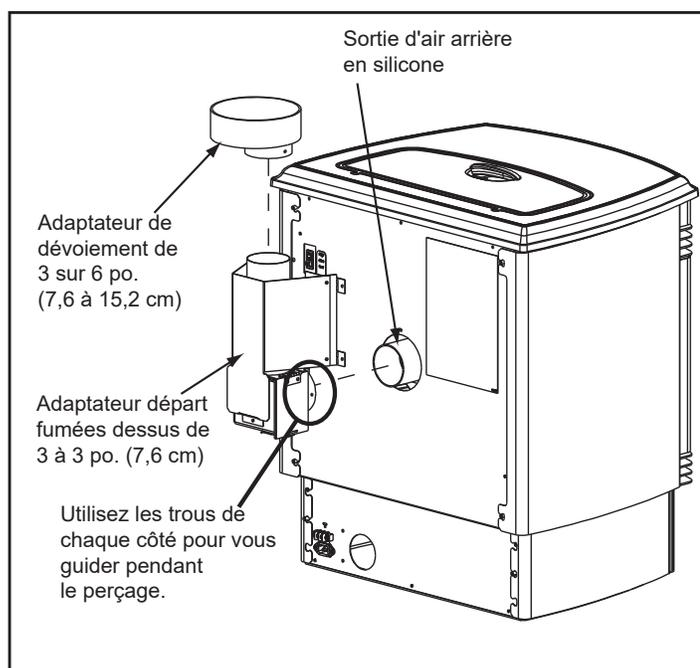

Figure 21.1
1. Enduisez la sortie d'air de 76 mm (3 po) d'une couche de silicone haute température. **Ne pas mettre de silicone à l'intérieur du tuyau. Figure 21.1**
2. Glissez l'adaptateur supérieur de ventilation sur la sortie d'air et placez l'assemblage en position verticale. **Figure 21.1.**
5. Percez 2 trous au moyen de la mèche n° 26 à travers la sortie d'air arrière, en vous guidant sur les 2 trous déjà percés dans le court tuyau horizontal de l'adaptateur supérieur de ventilation. Installez les 2 vis. **Figure 21.1.**
1. Enduisez la sortie d'air de 76 mm (3 po) d'une couche de silicone haute température. **Ne pas mettre de silicone à l'intérieur du tuyau. Figure 21.1.**